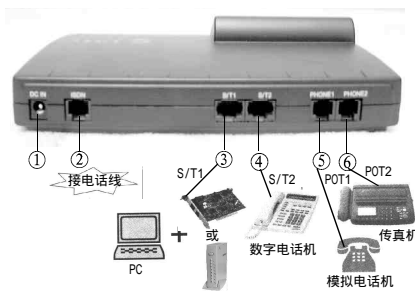

图6 NT1plus 背板
NT1plus 背板各接口分布情况如图6所示：① DC IN 电源接口；② U 口：接电话线路；③ S/T1：一号数字接口；④ S/T2：二号数字接口；⑤ Phone1(POTS)：一号模拟接口；⑥ Phone2(POTS)：二号模拟接口。